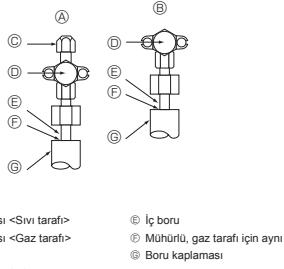

Fig. 5-4
5.4. Soğutucu borusu hava sızdırmazlığı test yöntemi (Fig. 5-4)
- Basınç (2) ve (3) admıda düşerse, gaz kaçağı var demektir. Gaz kaçağının kaynağını araştırın.